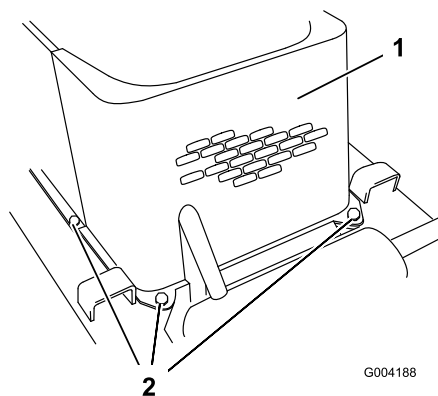

Figure 26
5. Enlevez les 4 boulons de fixation du panneau avant au châssis de la machine (Figure 26).